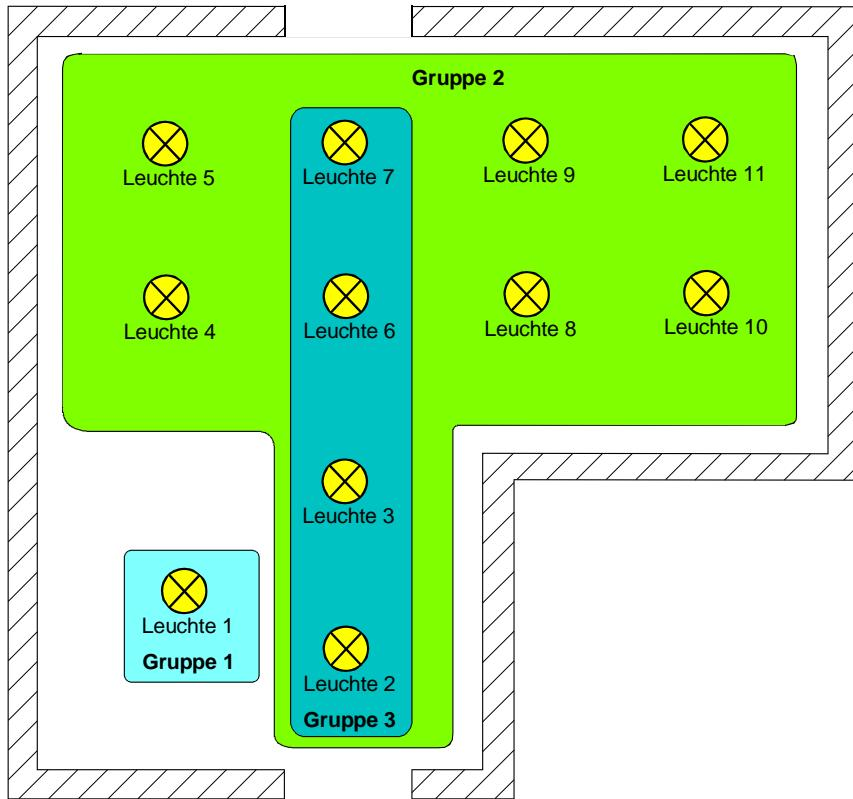

Bild 5: Beispiel einer Gruppenbildung im DALI-System
Ein DALI-System kann maximal 64 Betriebsgeräte adressieren, wobei das Gateway selbst nicht als Betriebsgerät gezählt wird. Das DALI-Gateway stellt 32 KNX/EIB steuerbare Gruppen zur Verfügung, die in der ETS 3 ähnlich einem Dimmactor-Kanal parametriert werden. Es stehen busseitig verschiedene Kommunikationsobjekte zur Verfügung, wodurch u. A. das Schalten, das Dimmen, die Vorgabe von Helligkeitswerten oder die Zeit- oder Szenensteuerung einer Gruppe realisiert werden kann. Im Zuge der DALI-Inbetriebnahme werden die max. 64 DALI-Betriebsgeräte beliebig einer oder mehreren Gruppen des Gateways zugeordnet (vgl. Bild 5 auf der nächsten Seite). Erst durch die Gruppen-Zuordnung wird die Möglichkeit geschaffen, die DALI-Betriebsgeräte einzeln (Individualzuordnung - nur ein Gerät in der Gruppe) oder gemeinsam (Mehrfachzuordnung - verschiedene Geräte in einer Gruppe) über den KNX/EIB anzusteuern.
In der Beispiel-Gruppenbildung (vgl. Bild 5) besitzt jede der eingezeichneten Leuchten ein DALI-Betriebsgerät, welches einer Gruppe oder mehreren Gruppen zugeordnet ist. Im Beispiel befindet sich die Leuchte 1 in einer Individualgruppe. Diese Leuchte kann getrennt von den anderen Leuchten angesteuert werden. Die übrigen Leuchten befinden sich in der Gruppe 2 und werden somit gemeinschaftlich angesteuert. Zusätzlich können die Leuchten 2, 3, 6 und 7 über die Gruppe 3 angesteuert werden. Die Gruppen 2 und 3 überlappen sich also für die genannten Leuchten.
■ DALI-Betriebsgeräte, die mehreren Gruppen zugewiesen sind, stellen sich immer auf den zuletzt über eine der zugeordneten Gruppen eingestellten Zustand ein. In diesem Fall kann die Rückmeldung des Schaltstatus oder des Helligkeitswertes einer Gruppe nicht immer eindeutig sein. Beispiel 1 (vgl. Bild 5): Gruppe 2 wird auf 10% Helligkeit eingestellt. Danach wird Gruppe 3 auf 20% Helligkeitswert gedimmt. Die Leuchten der Gruppe 3 nehmen den zuletzt aufgerufenen Helligkeitswert 20% an. Die Rückmeldung der Gruppe 2 bleibt auf 10% stehen, obwohl einige zur Gruppe gehörende Betriebsgeräte auf 20% Helligkeit eingestellt wurden.